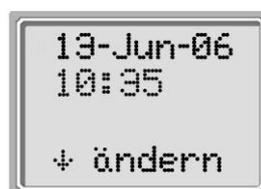

Bild 35
- Zum Einstellen der Uhr drücken Sie die OBEN ▲ Taste ⑪ im Hauptmenü. Die Anzeige ⑧ zeigt jetzt die aktuell eingestellten Werte für Datum und Uhrzeit (siehe Bild 35).